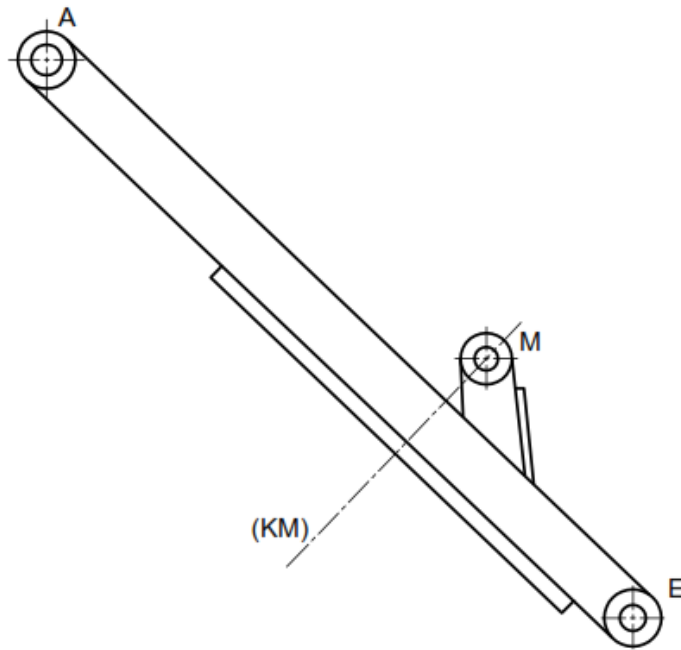

Figure 5
3.4. Isoler le bras **2**, faire le bilan des actions mécaniques et déterminer graphiquement les actions en **M** et **E** (sur figure 5, feuille 6/7).